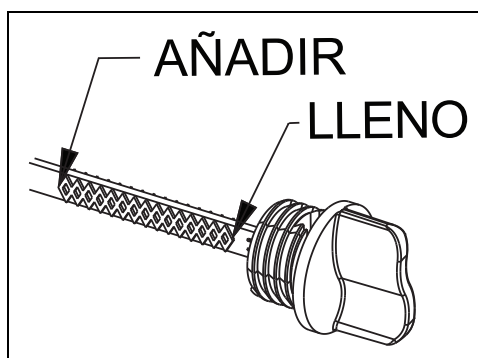

Figura 4-1: Comprobación del nivel de aceite
6. Observe el nivel de aceite. El nivel debe estar en la marca "Full" (Completo) de la varilla de medición/tapa de llenado. Vea la Figura 4-1.